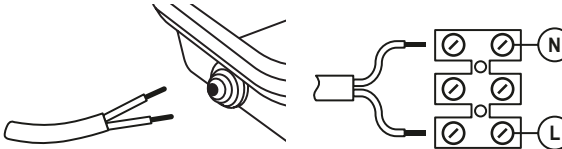

Рис. 1
- Сделайте отверстие меньше диаметра кабеля в резиновом гермовводе и пропустите кабель через него (Рис. 1).